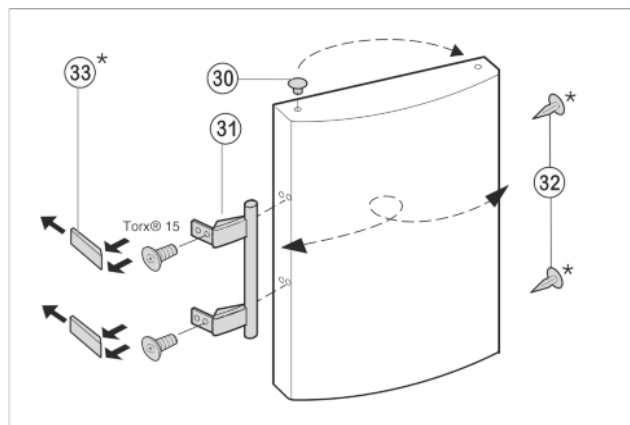

Fig. 7
- ▶ Vyjměte zátky Fig. 7 (30) z pouzdra ložisek dveří a přemístěte je.
- ▶ Madlo dveří Fig. 7 (31), zátky Fig. 7 (32) a krycí desky Fig. 7 (33) odmontujte a přemontujte na protější stranu.